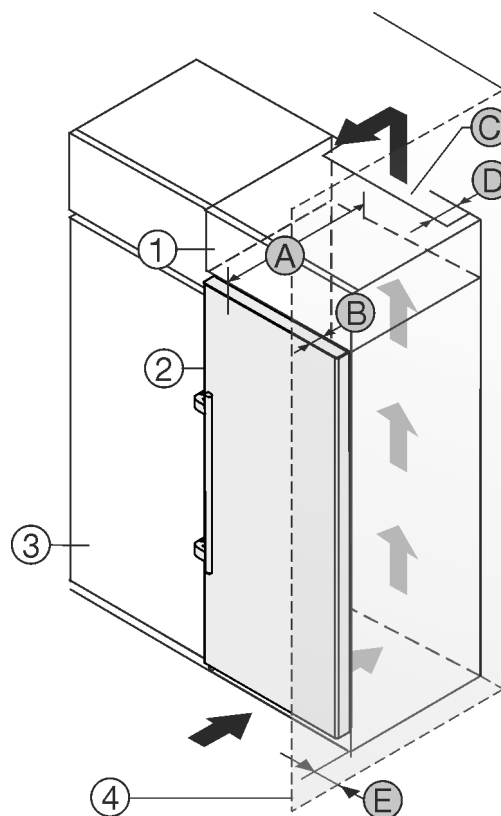

Fig. 1
- (1) Nastavná skříňka
- (2) Příklad
- (3) Kuchyňská skříň
- (4) Stěna
- (5) Hloubka přístroje
- (6) Hloubka dveří
- (7) Ventilační průřez
- (8) Vzdálenost zadní strany přístroje
- (9) Vzdálenost k zadní straně přístroje
Můžete přístroj nainstalovat přímo vedle kuchyňské skříňky Fig. 1 (3).
Na zadní straně nastavné skříňky musí být větrací šachta hluboká Fig. 1 (6) přes celou šířku nastavné skříňky.
Pod stropem místnosti musí být dodržen ventilační průřez Fig. 1 (7).
Když přístroj instalujete závěsy vedle stěny Fig. 1 (4), musí být vzdálenost mezi přístrojem a stěnou minimálně 57 mm. To odpovídá přesahu madla při otevřených dveřích.
Aby bylo možné dvířka plně otevřít, musí přístroj přesahovat o hloubku dveří Fig. 1 (5) vůči přední linii kuchyňské skříňky. V závislosti na hloubce kuchyňských skříňek Fig. 1 (3) a použití vymezovačů odstup od stěny může přístroj vyčnívat dále.